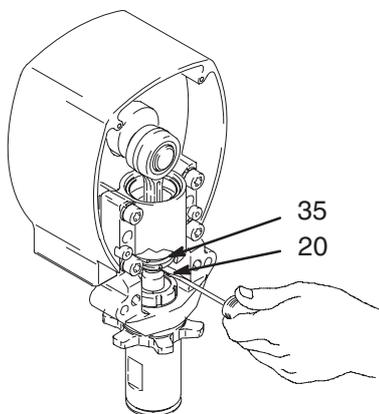

Fig. 21
3. Fig. 21. Utilice el destornillador para extraer el muelle de retención (35) y el pasador (20).